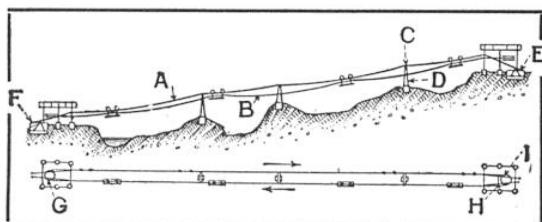

FIG. 7. — TRICABLE INTERMITTENT
*7e Tricâble, deux porteurs et un tracteur, à mouvement intermittent ou continu (fig. 7 et 8). —* Même disposition que le précédent. De nombreux wagonnets roulent sur chacun des câbles porteurs et sont tirés par les deux brins du tracteur auquel ils sont fixés par un appareil d'accouplement. Le mouvement a toujours lieu dans le même sens. Lorsque les wagonnets arrivent à une station, ils doivent quitter le câble porteur et rouler sur un rail, puis se découpler du câble tracteur pour être poussés à bras jusqu'au point de chargement ou de déchargement et de nouveau jusqu'au point où l'accouplement a lieu pour le retour.